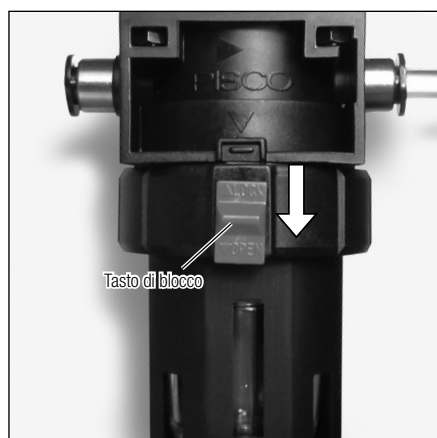

Fig. 33
- 4) Posizionare il tasto rosso di blocco su "▼ OPEN" (Fig. 33).